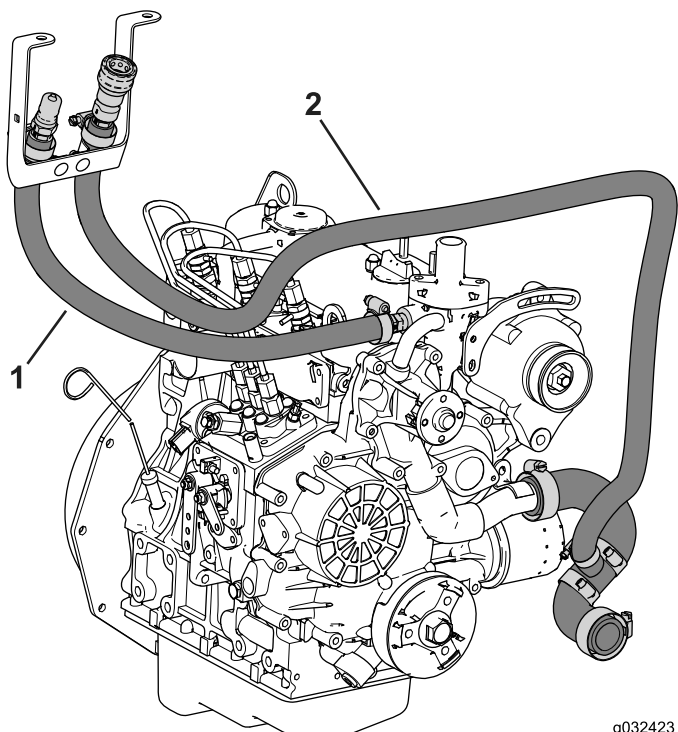

Figura 19
1. Encaminhe o tubo de alimentação como se mostra na Figura 19.